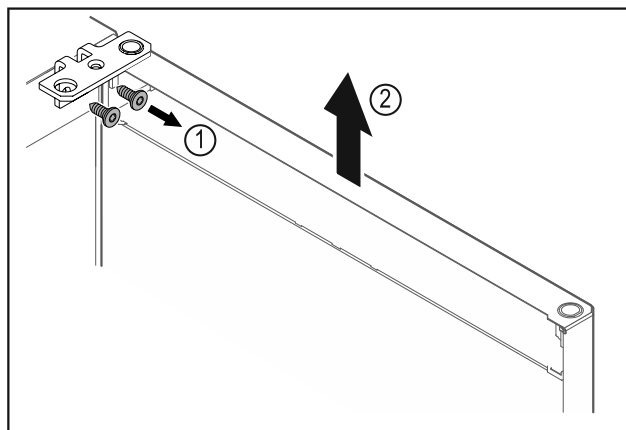

Fig. 13
- ▶ Csavarozza le a csuklópántot Fig. 13 (1).
- ▶ Az ajtót a csuklópánttal Fig. 13 (2) együtt emelje meg felfelé kb. 200 mm-rel, majd vegye le.